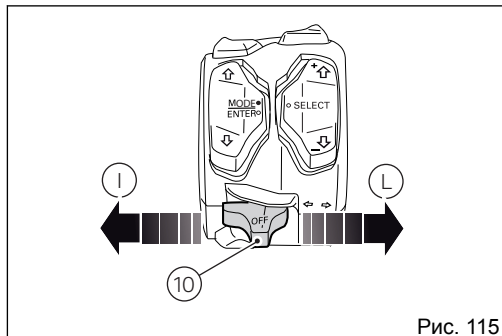

Рис. 115
При выключении зажигания на дисплее появляется страница для активации стояночных огней. Удерживайте кнопку (10, Рис. 115) в положении (I), чтобы включить их.